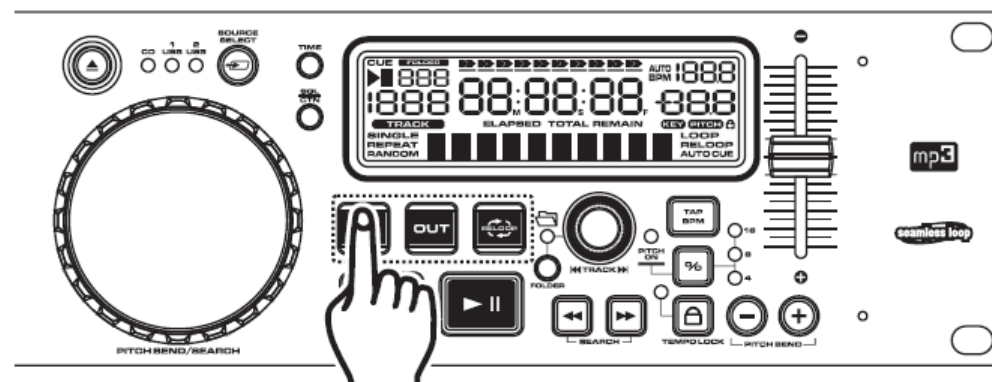

Figura 22
Pulse el botón IN (17). Así se establecerá el punto de inicio del BUCLE CONTINUO (Figura 22).